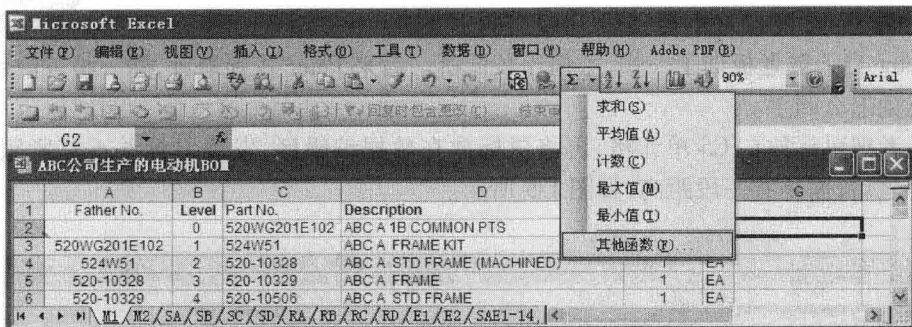

图 1-6 使用 TRIM() 函数去空格-4 步骤之 1
(1) 选中所有页面，将鼠标放在 G2 单元格，选择工具栏里的“其他函数”，如图 1-6 所示。